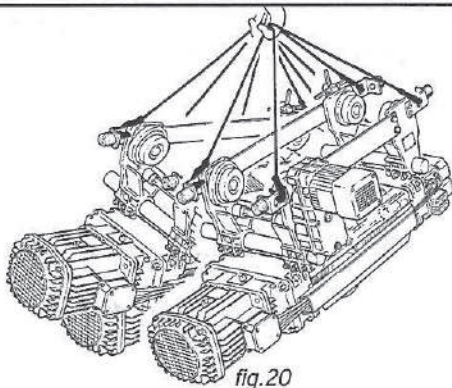

fig.20
- Efectuar la toma y movilización con mucha atención del montacargas o la carretilla/montacargas, en la zona establecida para la descarga, evitando oscilaciones y desequilibrios peligrosos (fig. 20)